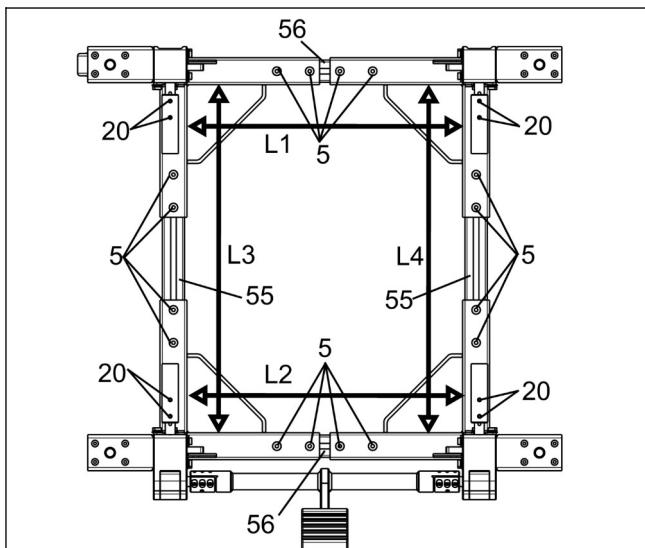

图 16
d. 松开紧固件 “5”，拉伸四周角架，使得箭头处长度比机器底座长 6.3-12.7mm；旋紧所有紧固件 “5”、“20”。（见图 16）
2. 确保图 16 所示 L1 与 L2、L3 与 L4 大致相等，若不相等，请重复步骤 d 调至相等；